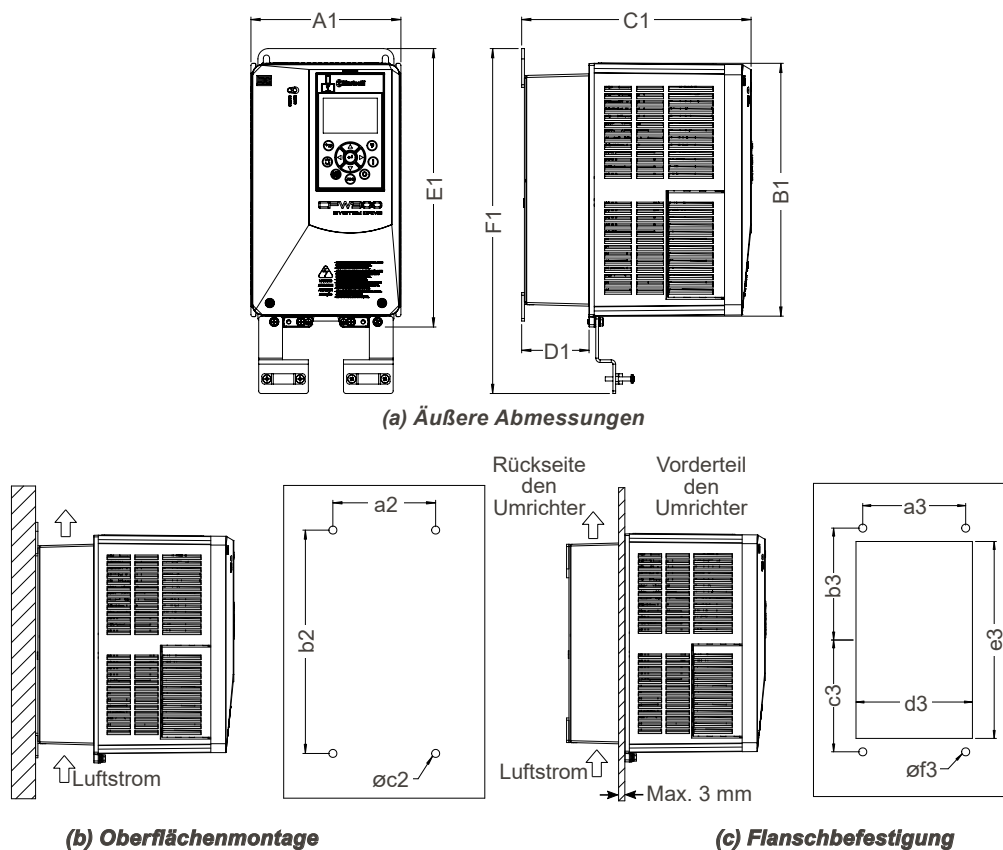

Abbildung 3.1: (a) bis (c) Außenabmessungen der Umrichter
Außenabmessungen und Position der Befestigungslöcher gemäß Abbildung 3.1 auf Seite 20. Siehe Abschnitt 8.5 MECHANISCHE ANGABEN auf Seite 141 für nähere Einzelheiten.
- Die Position und der Durchmesser der Befestigungslöcher, gemäß Abbildung 3.1 auf Seite 20.
- Abmessungen der Öffnung für die Befestigung der Rückseite des Produkts, Position und Durchmesser der Befestigungslöcher, wie in Abbildung 3.1 auf Seite 20 gezeigt.